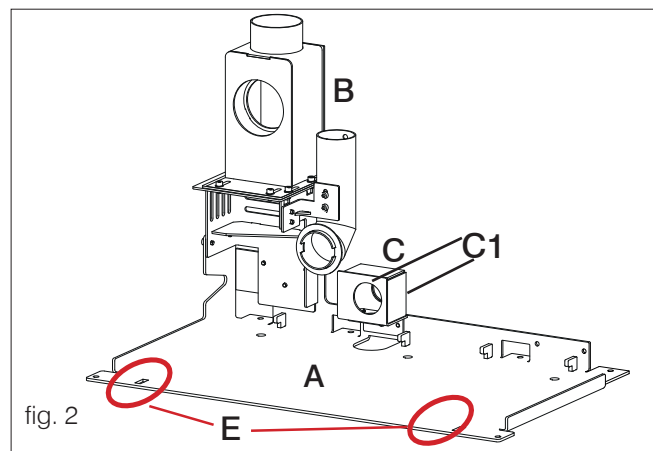
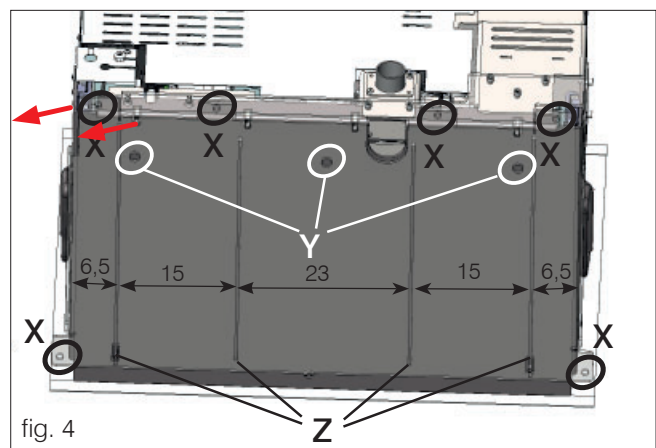

fig. 2
fig. 4
- Die Grundplatte (A - Abb. 2) auf dem Sockel mittels der Bolzen und der Bohrlöcher an der Außenseite der Platte (X - Abb. 5) befestigen.
- Den Einsatz (Abb. 4) wieder positionieren, indem er auf der Grundplatte (A - Abb. 2) bis zum Anschlag ge- schoben wird (der Einsatz muss in die beiden Ösen (E - Abb. 2) einrasten. Dabei darauf achten, dass das Stromkabel nicht zwischen den beiden Platten eingeklemmt wird.